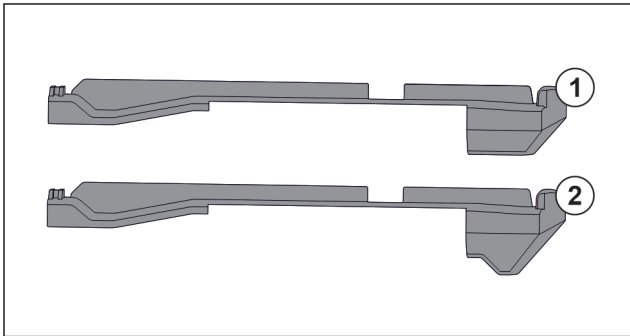

Fig. 85 Vergleich der Aufsteckteile
Im Gerät befinden sich zwei unterschiedliche Aufsteckteile. Das Aufsteckteil über dem untersten Schubfach Fig. 85 (2) hat eine dreieckige Kante. Alle anderen Aufsteckteile Fig. 85 (1) haben eine gerade Kante.
- ▶ Aufsteckteil Fig. 85 (2) mit der dreieckigen Kante über dem untersten Schubfach anbringen.
- ▶ Aufsteckteil Fig. 85 (1) mit der geraden Kante an allen anderen Stellen anbringen.